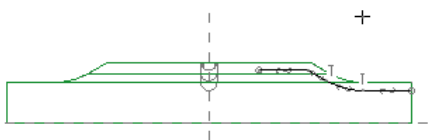

图 10.1.45 截面草图 3
Step7. 绘制草图 3。在“轨迹”操控板单击  按钮，在弹出的菜单中选择  命令，系统弹出“草绘”对话框，在模型树中选取  DISK.PRT 节点下的 DTM2 基准平面为草绘平面，选取 TOP 平面为参考平面，方向为  顶，单击  按钮，进入草绘环境后，使用  命令，绘制图 10.1.45 所示的截面草图 3，绘制完成后，单击  命令，退出草绘环境。